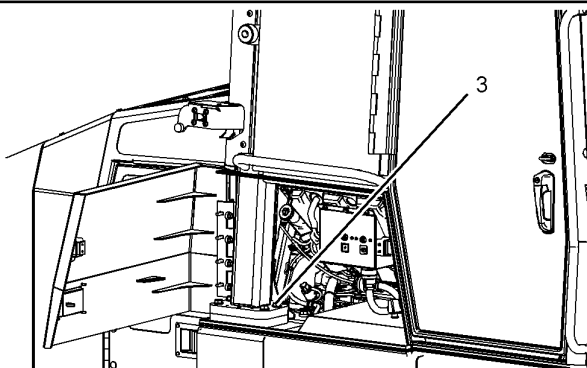

Рисунок 2
4. Выверните болты (3) из основания стоек конструкции ROPS. На правой и левой сторонах имеются по четыре болта. Смотрите рис. 2 .